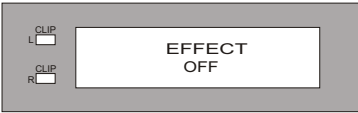

Fig 2.8: Indicación de efecto apagado
- (6) **BYPASS**(bypass),cuando se pulsa, el efecto desaparece (fig. 2.8), pulsando otra vez el efecto se reanuda.